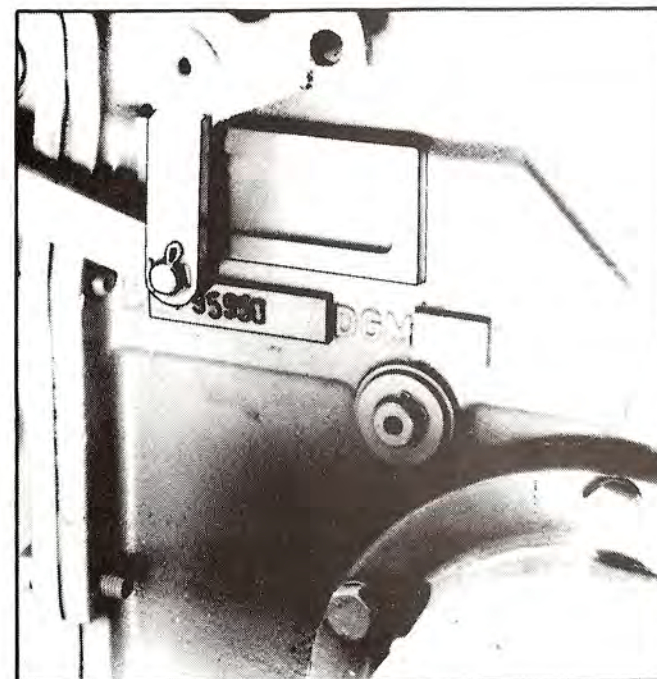

Fig. 1
- Sobre la fundición de la caja de cambios del Tractor está troquelado el número de la máquina (fig. 1)